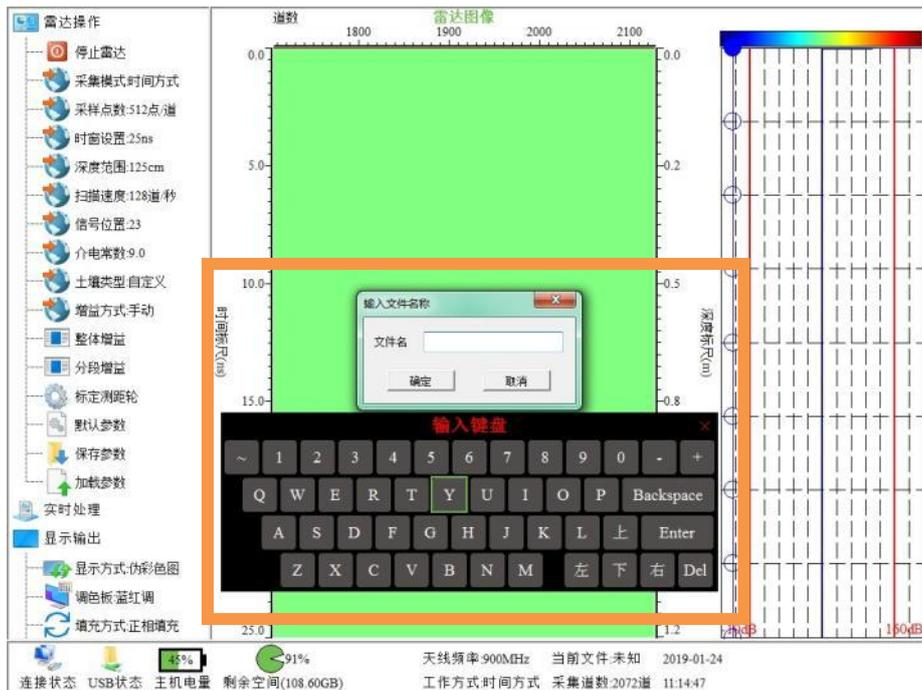

图 22 自定义文件名
- (2) 自定义文件名：如图 22 所示用户选择该选项后，保存数据时会弹出文件名编辑窗口和软键盘，使用上下键和确定键编辑所需的文件名。